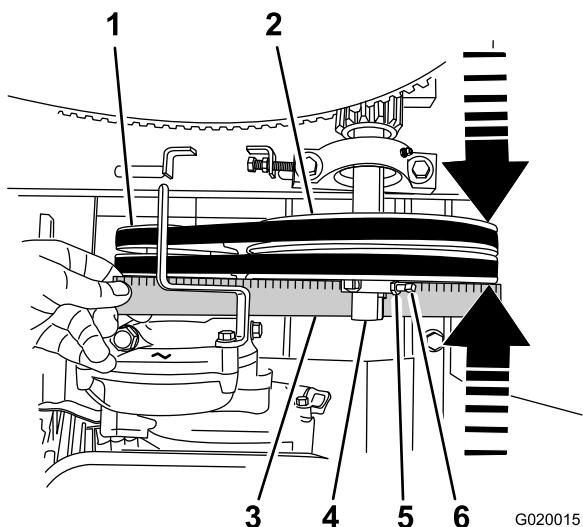

Figura 61
- Coloque una regla sobre las caras de la polea del motor y de la polea tensora (Figura 61).
- Afloje las contratuercas y los tornillos de fijación que sujetan la polea tensora al eje (Figura 61).
- Dando golpecitos con un mazo de goma, mueva la polea tensora hacia adelante o hacia atrás en el eje hasta que la polea del motor y la polea tensora estén alineadas con la regla (Figura 61).
- Apriete los tornillos de fijación y las contratuercas que sujetan la polea tensora al eje (Figura 61).